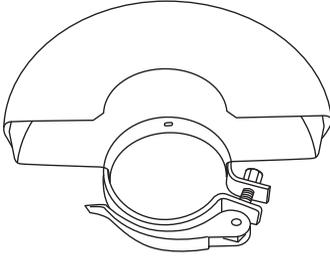

Fig. 3, proteção de corte (12)
1. Use a proteção de corte fechada (12) para aplicações de corte (Fig. 3).